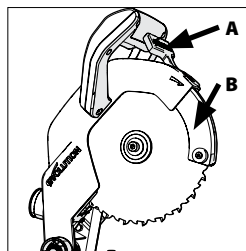

Fig. 28
Pour insérer la lame appuyez sur la gâchette inférieure de libération du protège-lame (A) faites tourner le protège-lame inférieur (B) vers le haut dans le protège-lame supérieur et tenez le protège-lame inférieur dans cette position. (Fig. 28)